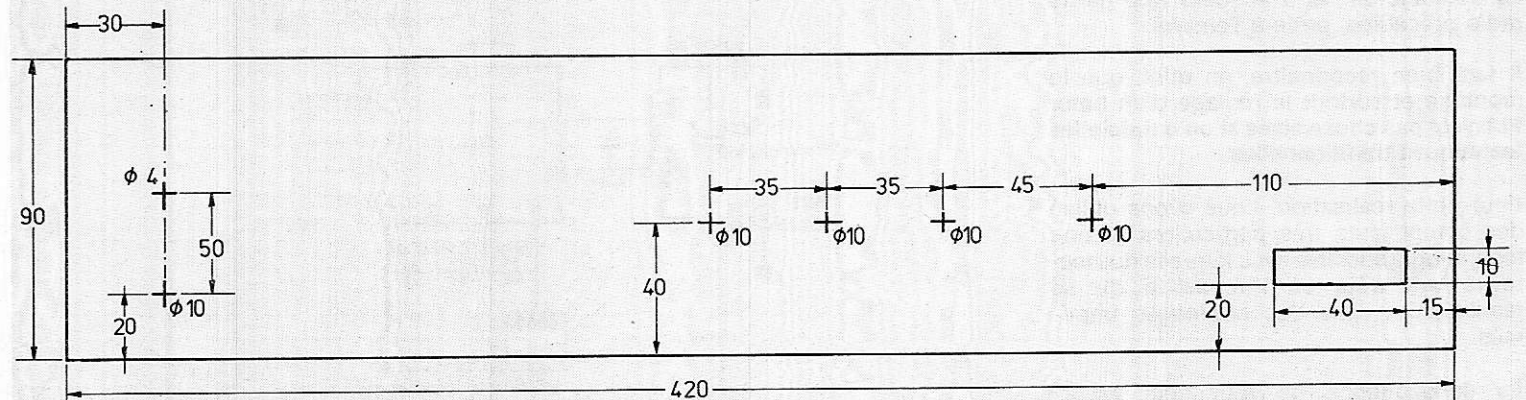

Figure 7
A. Perçage du boîtier : figure 7